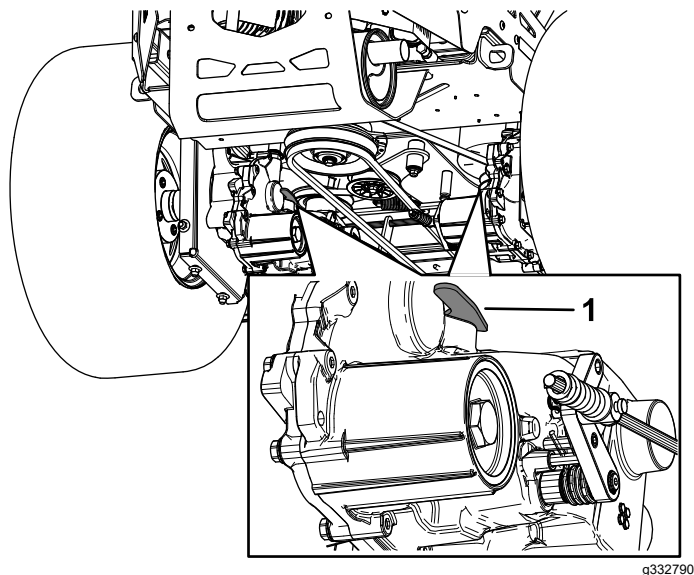

Figura 34
3. Per spingere la macchina, spostate entrambe le leve di bypass in avanti e bloccatele in posizione (Figura 34).
5. Per azionare la macchina, spostate le leve di bypass indietro e bloccatele in posizione (Figura 34).